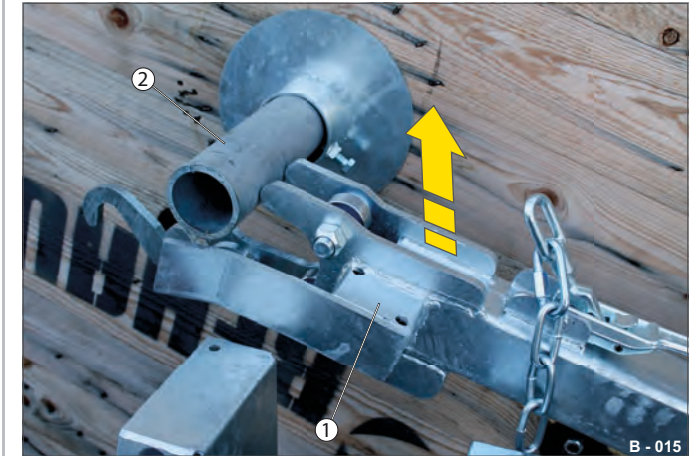

Fig. 12 Påsætning af kabeltromle
- ▶ Løft hhv. sænk tromlestativet (Fig. 12 /1), så transportakslen (Fig. 12 /2) glider ind i optagegriberne.